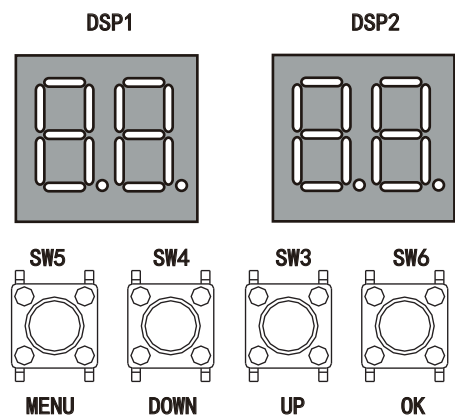

Рис. 6–9
- ❖ Блоки необходимо соединить последовательно проводами связи P, Q, E от наружного блока до последнего внутреннего блока, как показано на рис. 6–6. У последнего внутреннего блока клеммы P и Q необходимо соединить резистором номиналом 120 Ом. После последнего внутреннего блока сигнальную электропроводку НЕ СЛЕДУЕТ прокладывать обратно к наружному блоку, то есть не образовывать замкнутый контур.
- ❖ Блоки необходимо соединить последовательно проводами связи H1, H2, E от главного наружного блока до последнего ведомого внутреннего блока, как показано на рис. 6–6.